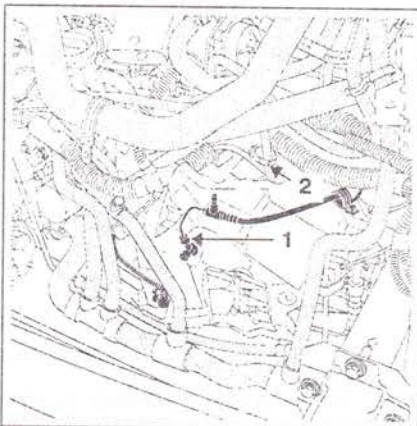

Рис. 5.15. Отсоедините трубку от рабочего цилиндра привода сцепления **1**. Отсоедините трубку сапуна **2**.
9. Отсоедините трубку от рабочего цилиндра привода сцепления **1** (рис. 5.15). Отсоедините трубку сапуна **2**.